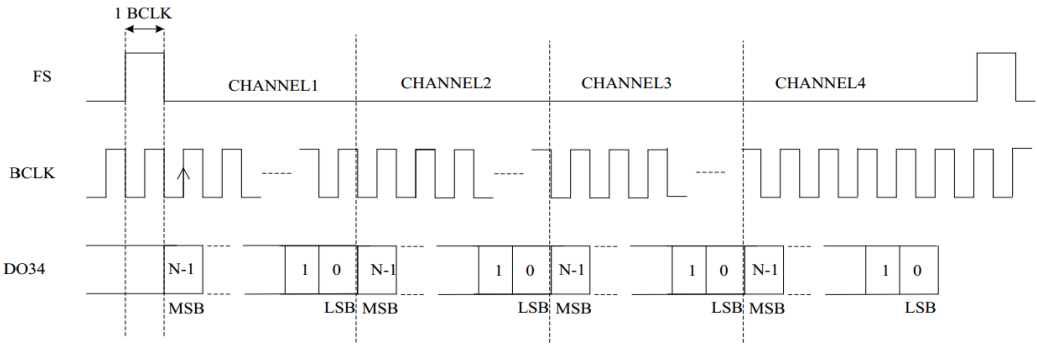

图13. TDM Mode A
- Mode A: 数据在FSYNC有效后，BCLK的第2个上升沿有效（图13）